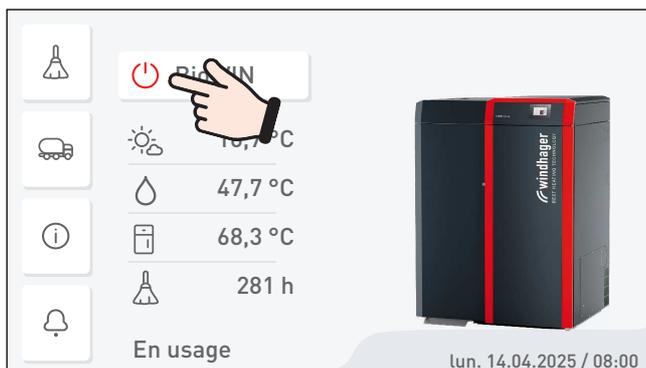
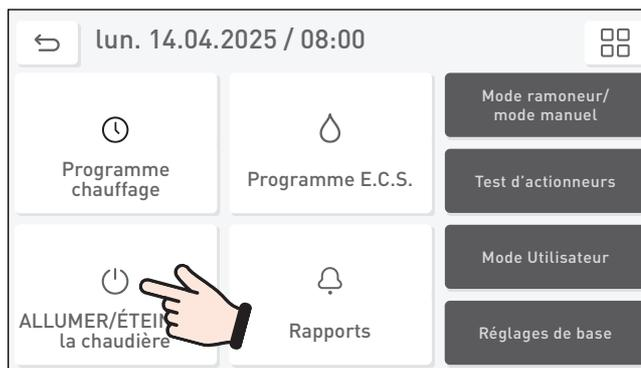

Fig. 3 Extinction de la chaudière à pellets
Fig. 4 Extinction de la chaudière à pellets
► Avant d'ouvrir la porte du revêtement, il est impératif d'éteindre la chaudière en appuyant sur la **touche MARCHÉ/ARRÊT** (voir Fig. 3, Fig. 4) et de la laisser refroidir (pas d'affichage sur l'écran).